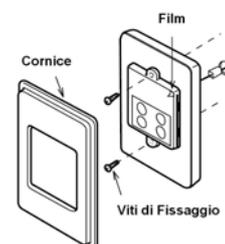

Fig. 4
6. Fissate il comando remoto al muro con le viti in dotazione (Fig.4)
4. Assicurate ogni cavo di Collegamento "EZ" alla staffa posta sulla base dell'Infinity con i fissa cavi e le viti in dotazione. (Fig.4)